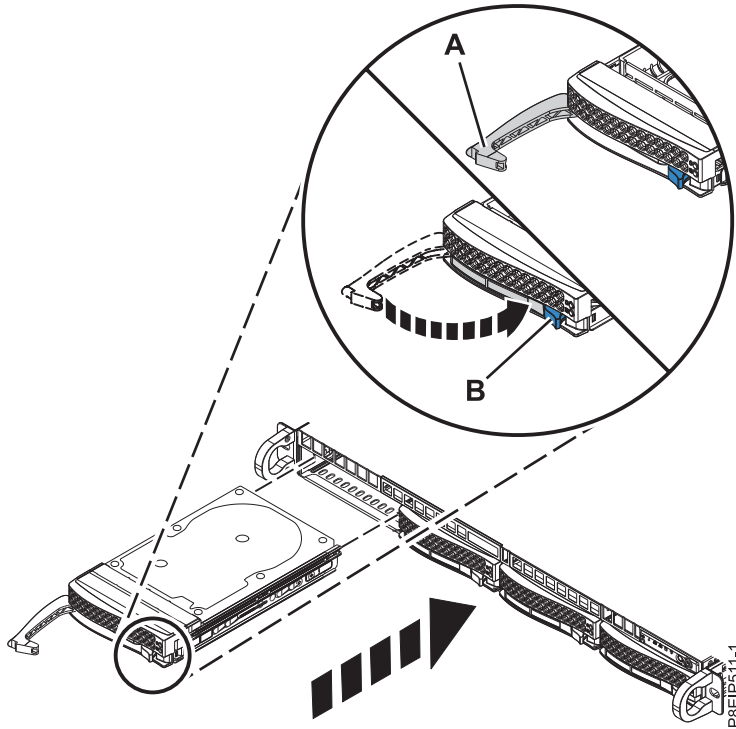

Figure 13. Détails relatifs à la fixation d'une unité de disque
7. Verrouillez la poignée de la baie d'unité (A) en poussant le loquet de la poignée comme indiqué dans la figure 13, à la page 14.